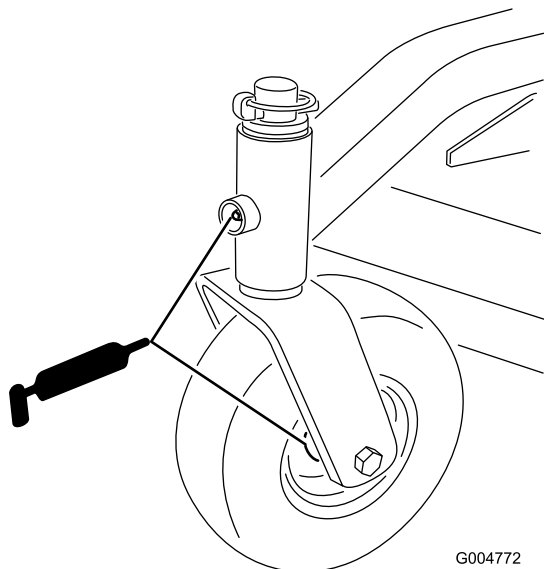

Figura 13
- casquilhos do eixo da roda (Figura 13)
- casquilhos da roda giratória (Figura 13)